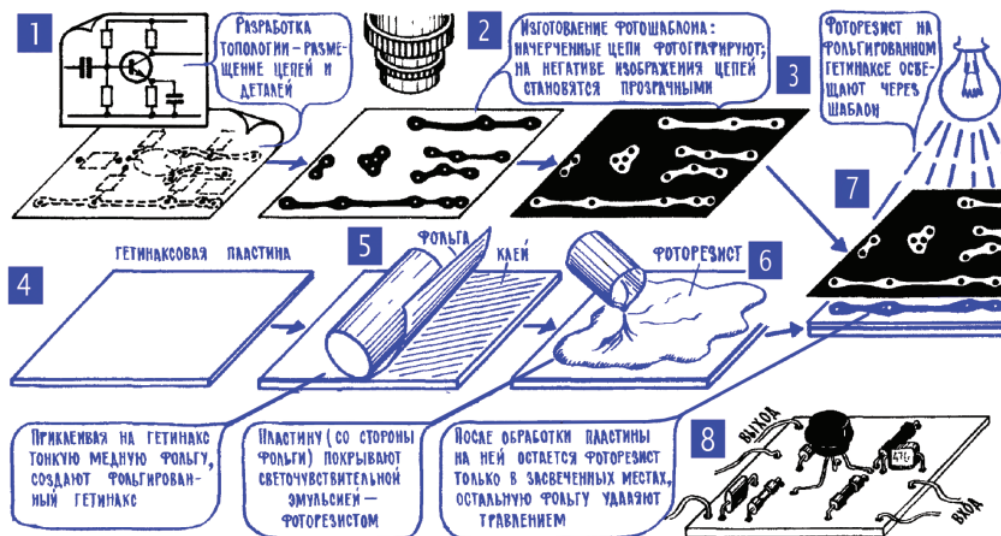

Рис. 18.1. Изготовление печатных плат
**Примечание редактора.** Отмеченный на рис. 18.1 в качестве основы печатных плат гетинакс (прессованная с синтетической смолой бумага) в настоящее время в электронике применяется очень редко, только в самых дешевых изделиях. Его достоинство в сравнении с распространенным стеклотекстолитом (эпоксидный состав с наполнителем из стекловолокна) состоит в том, что отверстия в таком материале можно пробивать, а не сверлить. Сверление стеклотекстолита – тонкая операция, требующая специальных твердосплавных инструментов. Зато стеклотекстолит прочнее на изгиб, чем хрупкий гетинакс, имеет лучшие диэлектрические свойства, а тонкий слой медной фольги на нем держится прочнее.
**2. Интегральные микросхемы – революция в электронике.** Первые интегральные схемы появились в 1958 году, но нельзя, конечно, считать, что микросхемы были созданы в один день – технология подошла к ним через многие другие свои достижения. В частности, через печатный монтаж – изготовление соединительных проводов методом фотолитографии (рис. 18.1). Через методы вакуумного напыления различных покрытий, например веществ с высоким удельным сопротивлением для создания резисторов (гл. 4; 5). И конечно же, самое важное достижение, приблизившее электронику к интегральным схемам, – это создание в 1948 году транзисторов. Во-первых, появились действительно микроскопические усилительные приборы: сам транзистор, без корпуса, – это кристаллик размером с песчинку; электронную лампу таких размеров невозможно себе представить. Но транзистор-песчинка – это далеко не предел, современные технологии позволяют делать транзисторы в тысячи раз меньших размеров. Более того – ученые и технологи научились создавать в полупроводниковом кристалле и другие элементы очень малых размеров. Так, например,  $p$ - $n$ -переход, если подать на него обратное постоянное напряжение (свободные заряды оттянуты от границы, между зонами  $p$  и  $n$  появился слой без свободных зарядов; гл. 9; 10), выполняет роль конденсатора. А вводя в полупроводник донорные или акцепторные примеси и дозируя их опре-
чатная форма создается на поверхности камня. Фотолитография (от греческого «фотос» – «свет») основана на использовании светочувствительного материала – фоторезиста (рис. 18.1; 6, 7). Им покрывают кремниевую пластину, на которой будет создаваться микросхема, и освещают эту пластину через фотошаблон, через узор на фотопленке6, состоящий из прозрачных и черных участков. На фоторезисте в освещенных его участках появляется скрытое изображение, примерно такое же, как на фотопленке или фотобумаге. А затем следует процесс, напоминающий проявление: экспонированную (освещенную) пластинку кремния погружают в раствор, который удаляет фоторезист с освещенных участков, – в слое фоторезиста, в тех его местах, куда фотошаблон пропускал свет, образуются окна, открывается доступ к кремнию. Теперь в эти окна можно ввести примеси и начать формирование транзисторов и других элементов микросхемы. Введение примеси чаще всего осуществляют за счет диффузии – кремниевую пластину помещают в вакуумную камеру, создают в этой камере пары нужной примеси, и эти пары на некоторую небольшую глубину проникают в пластину, но, разумеется, только в те ее участки, где в фоторезисте открыты окна. Несколько раз повторяя этот процесс с разными фотошаблонами и разными примесями, формируют в кремниевой пластине участки с разными физическими свойствами, и именно таким образом появляются все элементы микросхемы.